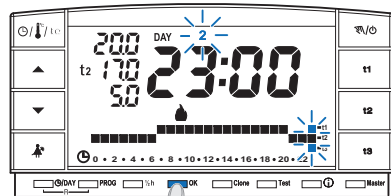

fig. 16
- Completado el perfil diario presionar **OK** para memorizarlo; luego modificar el perfil que corresponda a otro día o mantener presionada la tecla **OK** **por 4 segundos** para grabar el nuevo programa semanal (fig. 16).